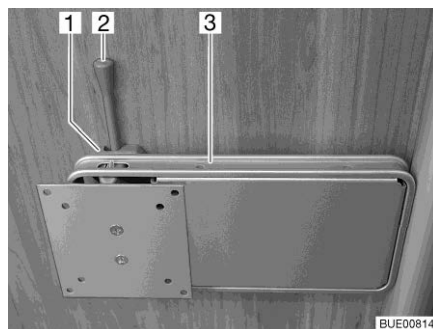

Bild 91 Fäste på pelare
- Tryck låsspaken (Bild 91,2) åt sidan och sväng fästet (Bild 91,3) med den platta bildskärmen till önskat läge.
- Vrid tillbaka den platta bildskärmen tills fästet (Bild 91,3) hakar fast i låset (Bild 91,1).